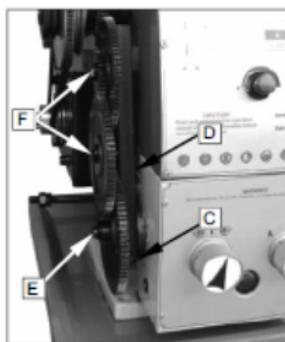

Fig. 23
3. Løsn skruen (C, fig. 23) i kvadranten.
4. Sving kvadranten (D, fig. 23) til højre.
5. Løsn møtrikken (E, fig. 23) fra ledeskruen eller møtrikkerne (F, fig. 23) fra kvadrantelektroderne bolte, for at fjerne ændringen i gear forfra.